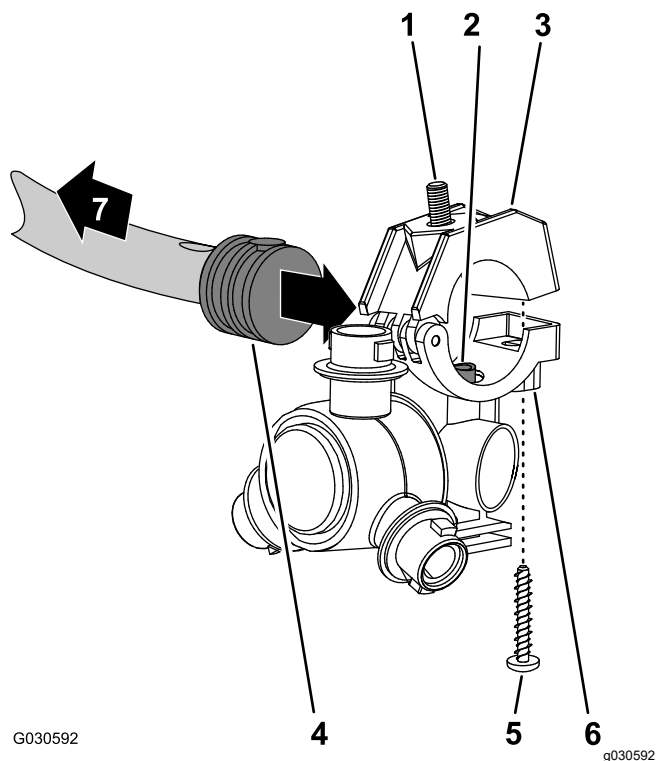

Рисунок 77
1. Возьмите распылительное сопло, снятое при выполнении пункта 12 Демонтаж шлангов распылительных сопел в системе с тремя секциями (страница 35), и совместите трубу для перекачивания в опоре сопла (Рисунок 77) с отверстием в боковой части хвостовика одностороннего шлангового штуцера типа «елочка» (½ дюйма).
- Установите верхнюю половину зажима поверх хвостовика штуцера типа «елочка» и закрепите половину зажима и корпус распылительного сопла (Рисунок 77) с помощью винта из нержавеющей стали (12 x 1 1/4 дюйма); затяните винт из нержавеющей стали с моментом от 226 до 282 Н·м.